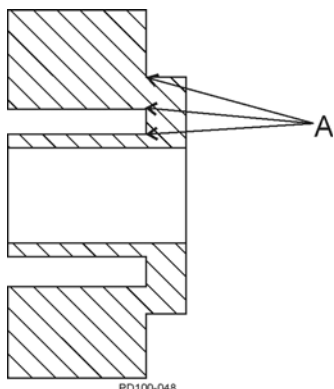

Abbildung 30 – Rotorstresspunkte
- Prüfen Sie die Rotoren gründlich auf verschlissene Passfedernuten, Nabenverschleiß und Belastungsrisse (Abbildung (Abbildung 30, Pos. Pos. A). Verwenden Sie das Farbstoffverfahren zur Erkennung von Ermüdungsrissen an Rotorstresspunkten.